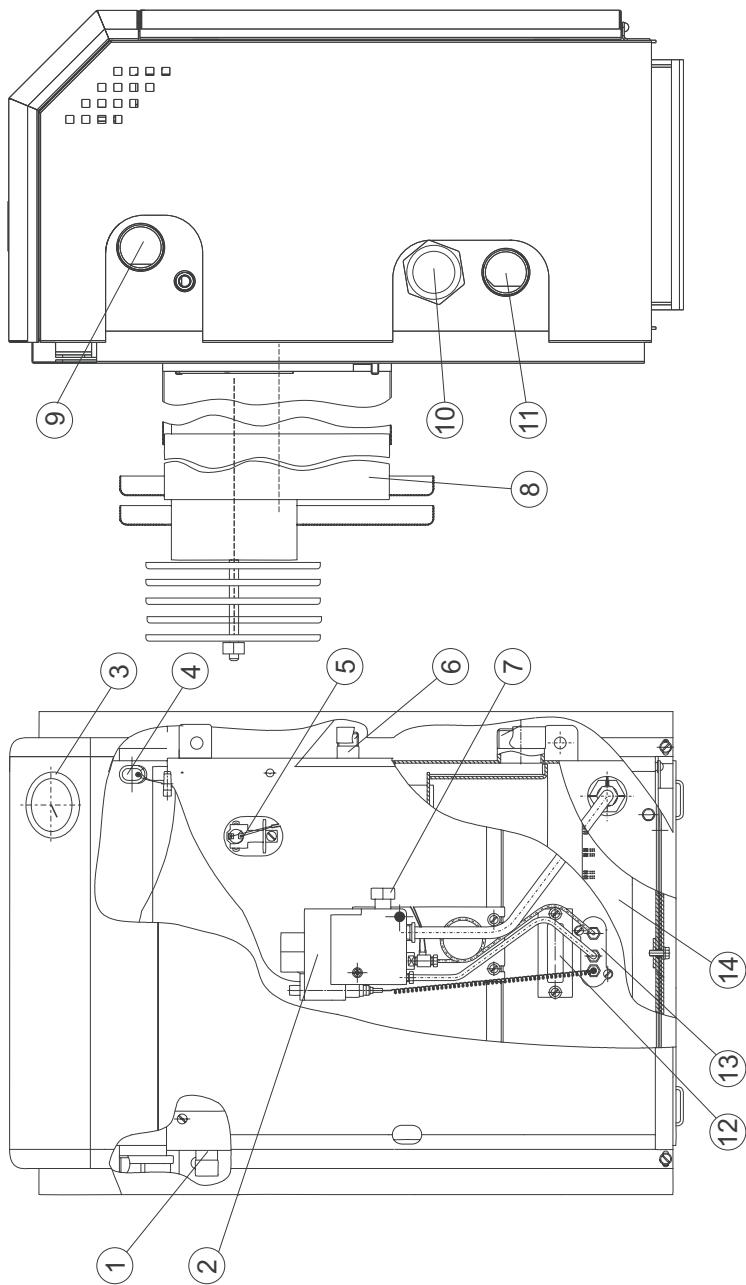

Рис. 1. Будова апарату
5.1. В конструкції апаратів потужністю 7-12,5 кВт передбачено місце для установки електричних нагрівальних елементів (ТЕНів) (рис.1, поз. 10) з характеристиками, зазначеними в таблиці:
Для установки ТЕНа необхідно злити воду з апарату (системи опалення), відкрутити заглушку (рис.1 поз. 10) і встановити на її місце ТЕН з характеристиками, що відповідають таблиці 2. Залити воду в апарат (систему опалення). Перед запуском апарату перевірити герметичність установки ТЕНа.
Перед введенням апарату в експлуатацію необхідно залити 10-15 мл машинної оліви в стаканчик корпуса апарату (поз. 3, рис. 1)!